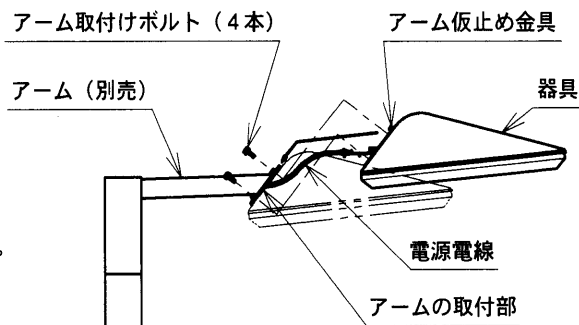

図3
3. 器具とアーム（別売）をアーム取付けボルト（4本）にて確実に締付け、取付けてください。（図3）